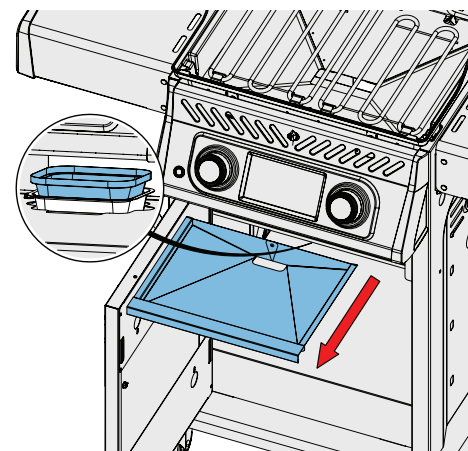

Fig. 8
1. Skyv dryppannen ut av apparatet for å få tilgang til den utskiftbare fettbeholderen eller for å rengjøre dryppannen. (Fig. 8)
- Rengjør ofte for å unngå fettopphopning – omtrent etter hver 4.-5. bruk. (Fig. 8)